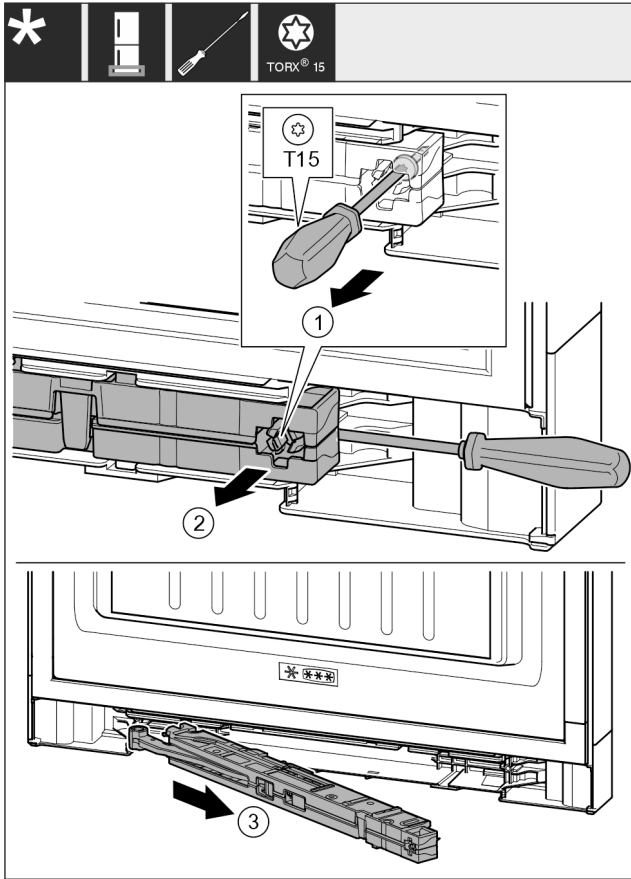

Fig. 17
- A záráscsillapító egységnél T15 csavarhúzóval kb. 14 mm mértékben engedje ki a csavart. Fig. 17 (1)
- Nyúljon a markolat felőli oldalról csavarhúzóval a záráscsillapító egység mögé. Forgassa előre az egységet. Fig. 17 (2)
- Húzza ki az egységet. Fig. 17 (3)